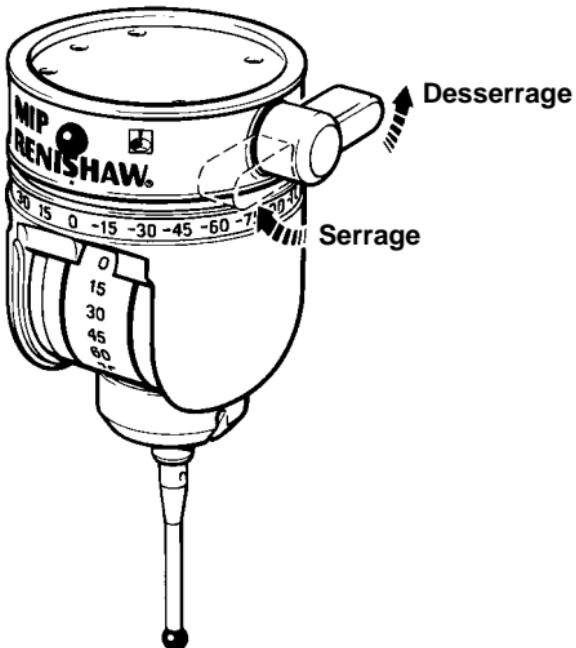

Figure 4 - Serrage/desserrage
5.1 Serrage/desserrage (Voir la Figure 4)